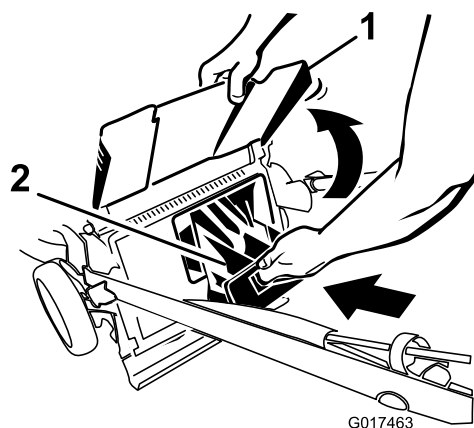

Figure 23
4. Installez l'obturateur d'éjection arrière (Figure 23).